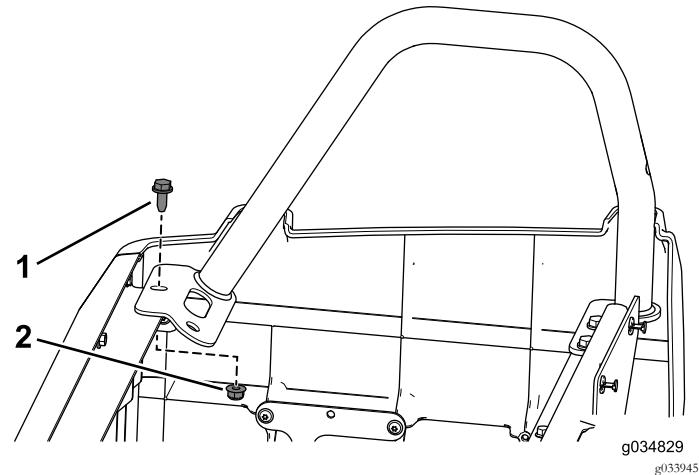

图90
11. 使用之前卸下的凸缘螺栓 3/16 x 3/4 英寸和凸缘螺母将右后臀部固定管固定到座椅底座组件上图90。